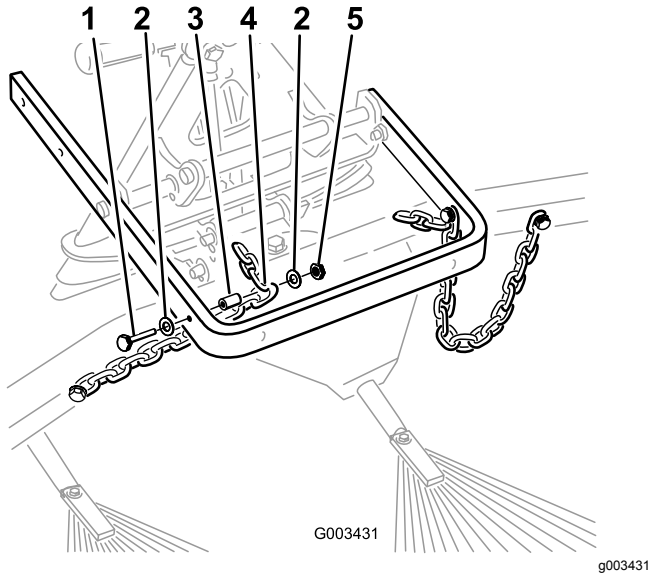

图10
8. 使用 1 个螺栓 3/8 x 2 1/2 英寸、2 个垫圈 3/8 x 7/8 英寸、1 个隔片和 1 个螺母 3/8 英寸将每个链条的第三个链环固定到提升臂图10的外侧。